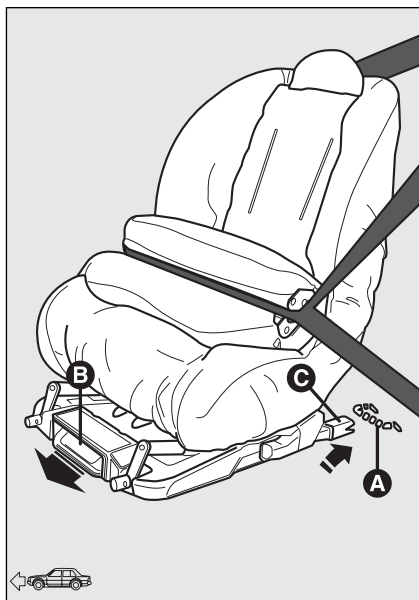

fig. 17
- ☐ s'assurer que le levier de désacrage **B-fig. 17** soit en position de repos (rentrée);